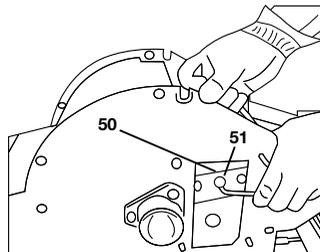

Figura 43
- Gire el rotor (50) de forma que la cuchilla (51) quede visible por el orificio (véase la Figura 43).
- Afloje y desatornille el tornillo de cabeza cónica (SW 5) situado sobre la cuchilla (51).